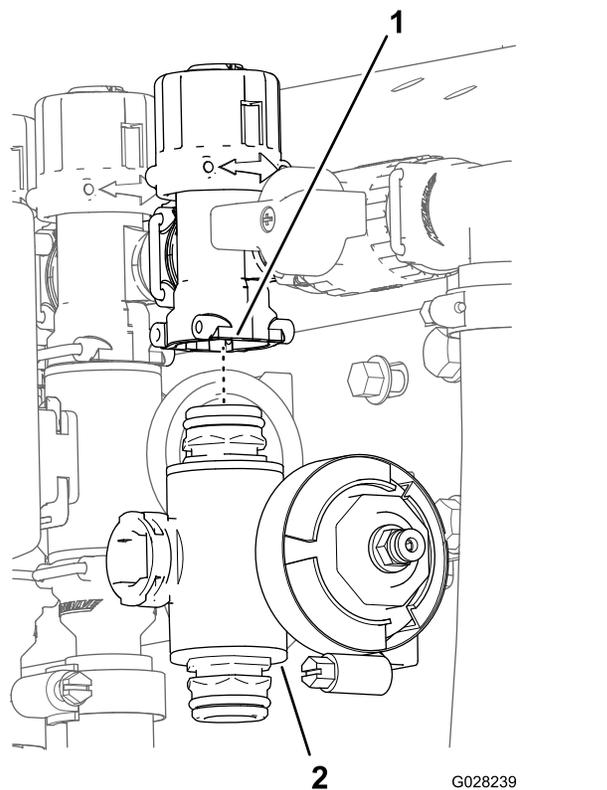

Figura 70
3. Per le valvole di sezione della barra sinistra o destra, rimuovete i bulloni a testa flangiata e i dadi di bloccaggio flangiati che fissano la valvola (o le valvole) di sezione al supporto della valvola e rimuovete il collettore (o i collettori) della valvola dalla macchina; per la valvola di sezione centrale, rimuovete il collettore della valvola di sezione dalla macchina (Figura 70).